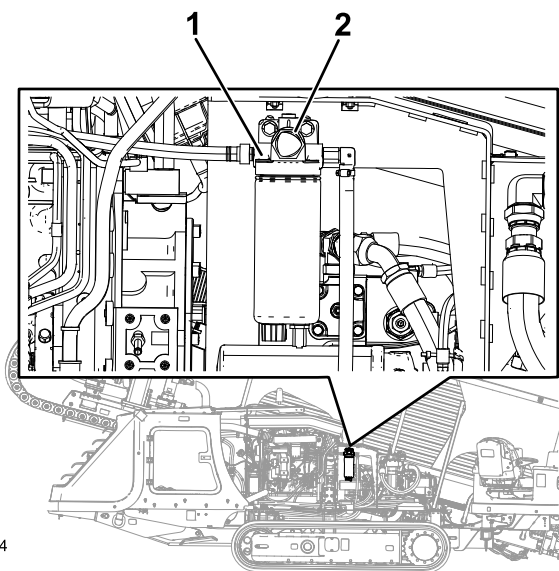

Figura 98
6. Localize o botão de ESCORVA na parte superior do adaptador do filtro de combustível primário (**Figura 98**).
7. Pressione e libere o botão de ESCORVA repetidamente até sentir resistência ao apertá-lo (Figura 98).
3. Forre a área sob o filtro de combustível primário com panos limpos (Figura 98).
4. Solte as abraçadeiras das mangueiras e desconecte o filtro de combustível primário das mangueiras de combustível (Figura 98).
6. Encaixe as mangueiras sobre a respectiva espiga no filtro de combustível primário e aperte as abraçadeiras (Figura 98).